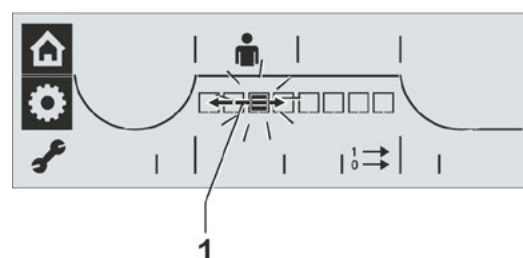

Fig. 2: Seleccionar conjunto de mensajes
- Pulsar controlador del dispositivo. El segmento negro, que indica el conjunto de mensajes ajustado, parpadea (fig. 2).
- Girar el controlador del dispositivo y seleccionar el conjunto de mensajes deseado (fig. 2, pos. 1). El segmento en la escala indica respectivamente el conjunto de mensajes seleccionado, donde la primera posición a la izquierda representa al conjunto de mensajes 1.